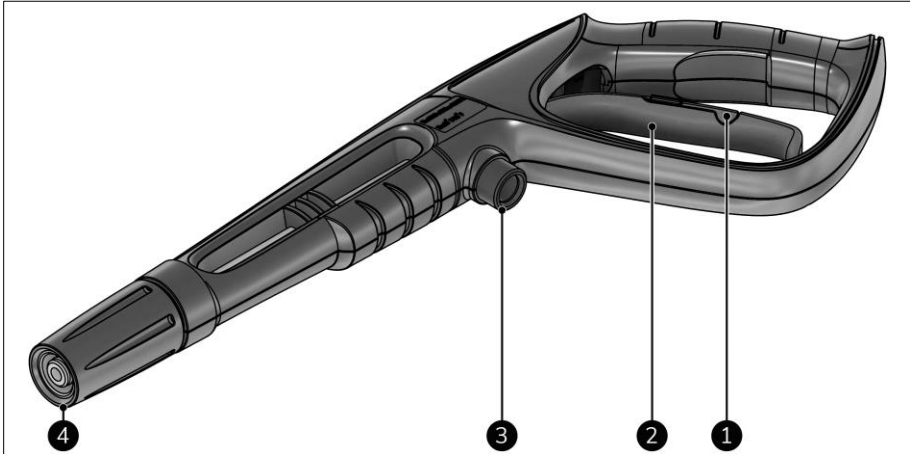

Abbildung 7
1. Stellen Sie sicher, dass die Sicherheitssperre unter dem Auslöser verriegelt ist (Abbildung 7, Pos. 1).
3. Entriegeln Sie die Sicherheitssperre unter dem Auslöser (Abbildung 7, Pos. 1).
4. Drücken Sie den Auslöser (Abbildung 7, Pos. 2) einige Sekunden lang, um die Luft aus dem Schlauch zu entfernen.
3. Drücken Sie den Auslöser (Abbildung 7, Pos. 2) und starten Sie die Reinigung.
1. Gegebenenfalls den Auslöser betätigen (Abbildung 7, Pos. 2).
2. Verriegeln Sie die Sicherheitssperre unter dem Auslöser (Abbildung 7, Pos. 1).